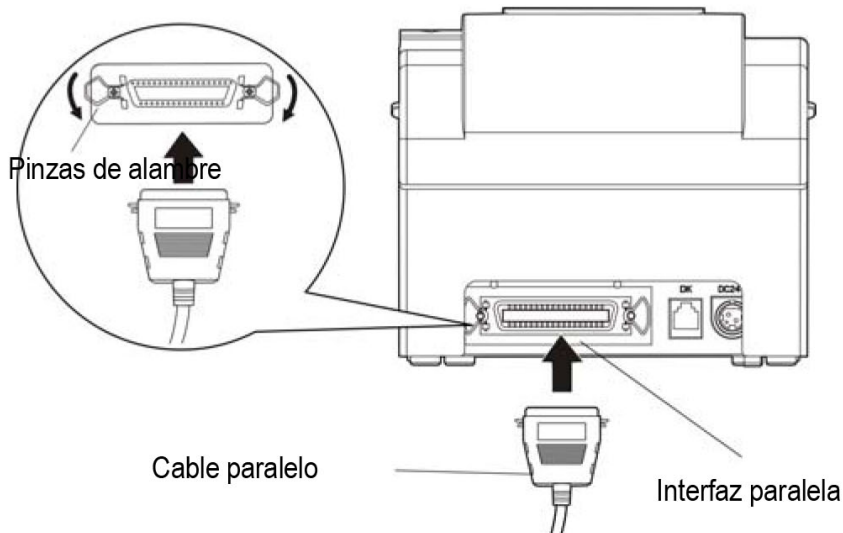

Figura 2-3 Conexión del cable paralelo.
1. Asegúrese de que la computadora y la impresora estén apagadas, conecte el cable paralelo a la interfaz paralela de la impresora y apriete las pinzas de alambre en ambos lados del conector para fijar el cable. (Como se muestra en la Figura 2-3)